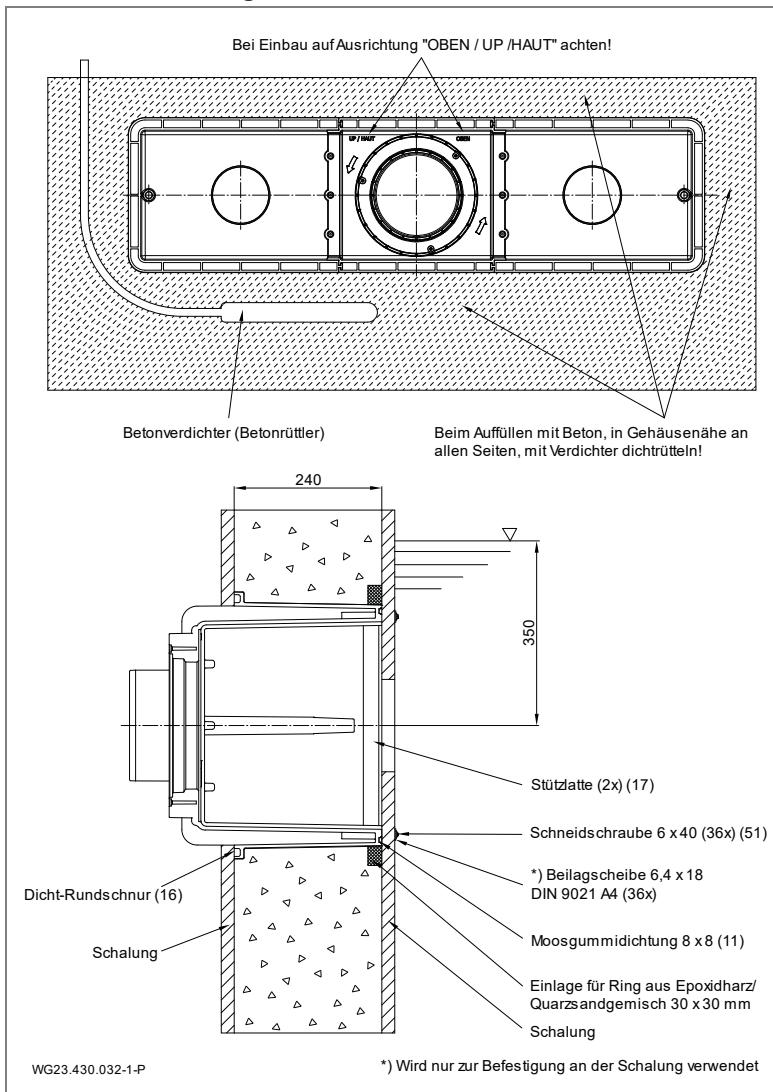

Abb. 5
Für die Abdichtung zur Betonwand wird empfohlen, einen umlaufenden Ring aus Epoxidharz/Quarzsand an der beckenseitigen Außenwand des Gehäuses (1) zu erstellen. Siehe "Abb. 5" auf Seite 22
1. Einbautiefe: Mitte des Einbaugehäuses (1) soll 35 cm unterhalb des Wasserspiegels angebracht werden.
3. Stützlatten (17) zwischen die beiden Überlappungen der Gehäuseinnenseite klemmen.
4. Moosgummidichtung (11) ohne Zug entlang der Nut am Gehäuse (1) von Hand eindrücken. Mit einem Tropfen Sekundenkleber bodenseitig fixieren.
5. Die Dicht-Rundschnur (16) in die Gehäusenut einlegen.
6. Einbaugehäuse (1) mit der Kennzeichnung „OBEN/UP/ HAUT“ ausrichten und mit den Schneidschrauben (51) an der Schalung befestigen.